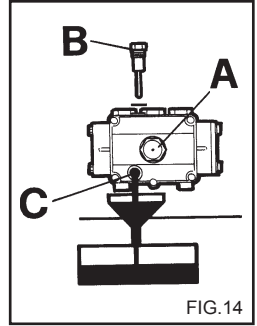

FIG.14
- 2) Desatarraxe a tampa com a vareta de controlo do nível (fig. 14).